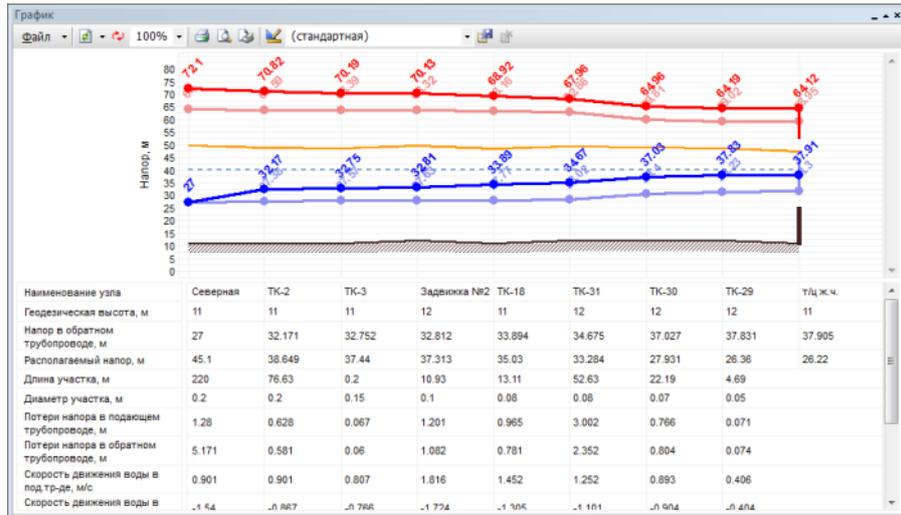

Рисунок 17.8. Совмещение пьезометрических графиков
3. В окне График нажать на  кнопки  и в открывшемся меню выбрать пункт Добавить. После чего новый график будет наложен на предыдущий. При этом первый график будет прорисован более тусклым цветом, а второй график более ярким. (см. Рисунок 17.8, «Совмещение пьезометрических графиков»).